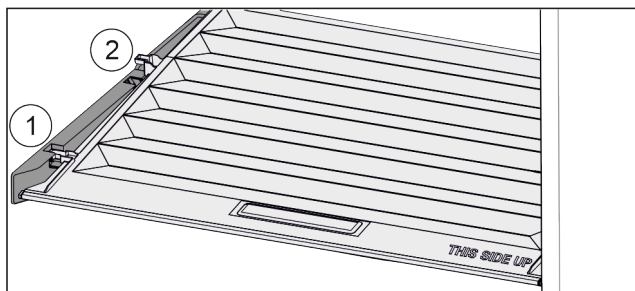

Fig. 25
- ▶ 将盖子向前拉 Fig. 25 (1)至定位件开口。
- ▶ 从下方抬起后端并向上将其移出 Fig. 25 (2)。